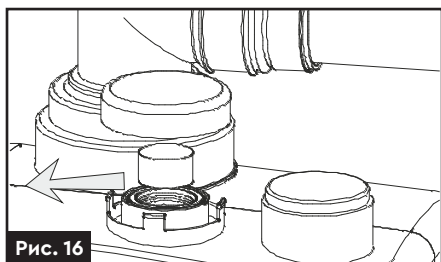

Рис. 16
1. Зніміть пластиковий ковпачок вугільного фільтру (**рис. 16**).